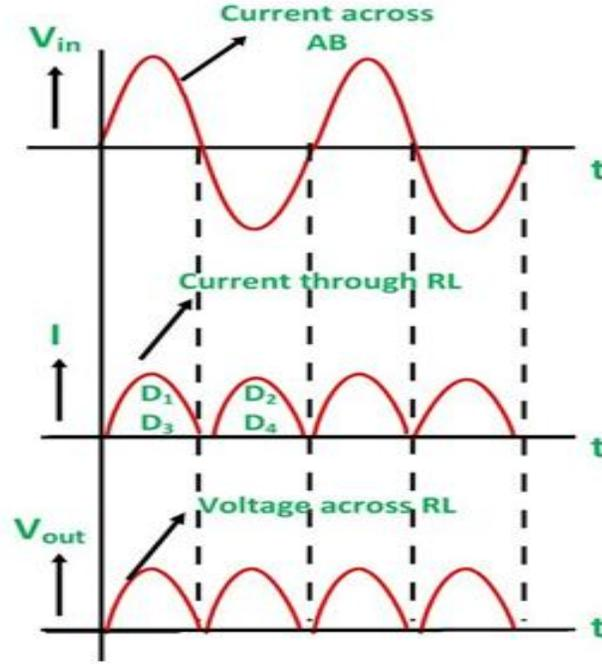

Fig:2 Output waveform
- અહીં બન્ને કિસ્સામાં લોડ અવરોધ R_L લોડપ્રવાહ I_L એકજ દિશામાં વહે છે. પરિણામે R_L ના બે છેડા વચ્ચેનો આઉટપુટ વોલ્ટેજ V_{dc} મળે છે. જેના વેવફોર્મ (Fig: 2) માં દર્શાવેલ છે.